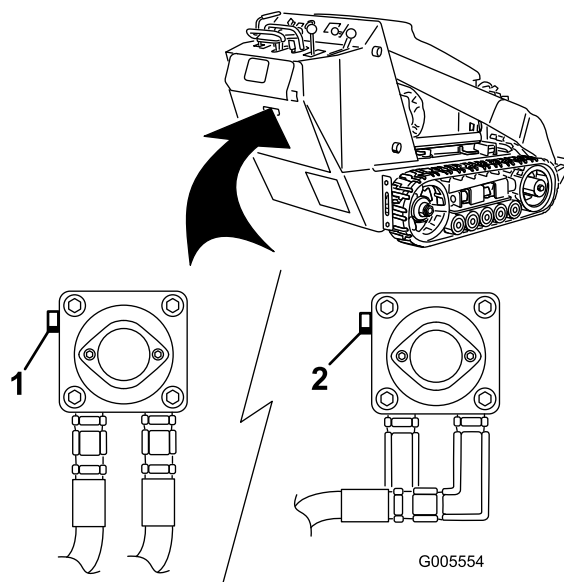

Figura 16
3. Usando una llave inglesa, gire las válvulas de remolcado de las bombas hidráulicas dos vueltas en el sentido contrario a las agujas del reloj (Figura 16).